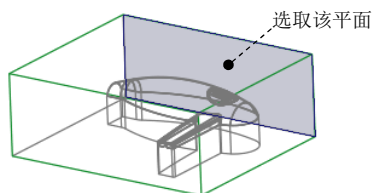
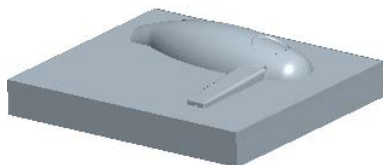

图 8.40 拉伸终止面
图 8.41 体积块
(4) 定义深度类型。在操控板中选取深度类型  (到选定的), 选取图 8.40 所示的面为拉伸终止面。
(5) 在“拉伸”选项卡中单击  按钮, 完成特征的创建。
Step4. 在 **编辑模具体积块** 选项卡中单击“确定”按钮，完成体积块的创建。结果如图 8.41 所示。